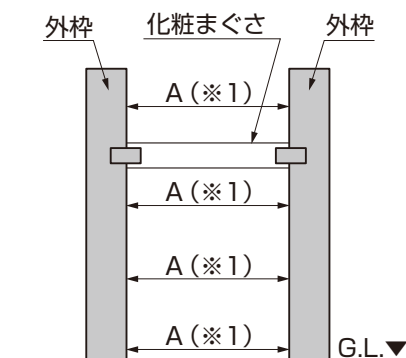
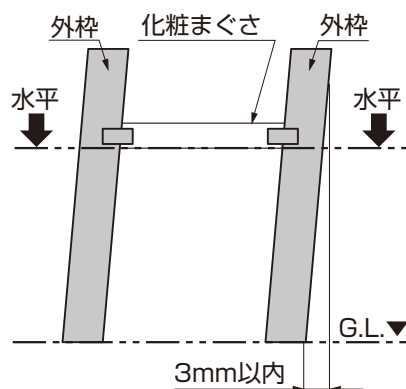

図4-3 外枠内々寸法の測定
図4-4 外枠の倒れと化粧まぐさの水平の測定
- ①外枠の位置出し金具を、化粧まぐさの溝 (※2) に差込んで、位置出し金具の下穴 (※3) に【25-10】で固定してください。
- ②外枠の垂直を出し、外枠内々寸法Aを確認した上で、シャッター取付用縦部材に【25-11】で固定してください。(図4-2、図4-3参照)
- シャッターの外枠内々寸法 (3mm以内の誤差) (※1) を測り、正確に出ているか確認してください。シャッター本体が取付けられなくなったり、シャッターの開閉に支障をおよぼし、製品の取付けがやり直しになるおそれがあります。(図4-3、図4-4参照)
- 外枠の水平・垂直が正確に出ているか確認してください。シャッターの作動不良の原因になったり、ロックがかからなくなるなど、製品の取付けがやり直しになるおそれがあります。(図4-4参照)